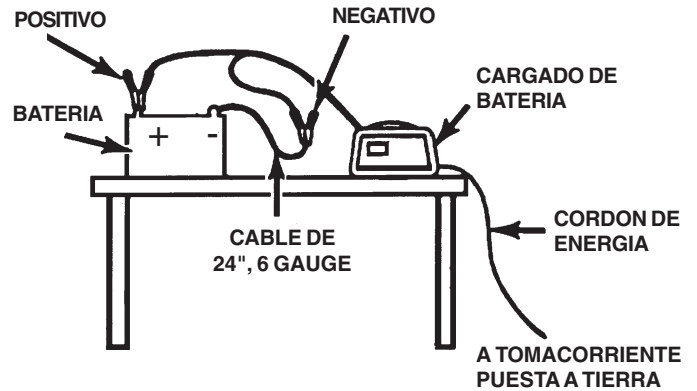

FIGURA 7 CONECTE LA GRAPA NEGATIVA DE LA BATERIA AL EXTREMO DEL CABLE DE 24 PULGADAS
4. Póngase a sí mismo y el extremo libre del cable de 24 pulgadas lo más lejos posible de la batería. Entonces conecte la grapa NEGATIVA (NEGRA) del cargador al extremo libre del cable. **ADVERTENCIA:** No se ponga delante de la batería al hacer la conexión final. Mueva la grapa hacia adelante y atrás para conseguirbuenaconexión. La FIGURA 7 muestra la conexión.